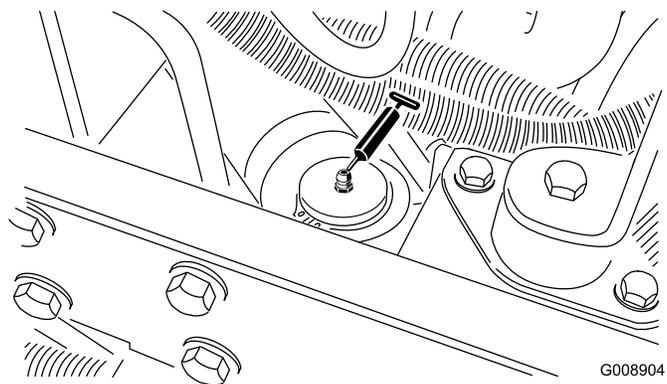

Figura 38
- Cilindro di sterzo (Figura 38)